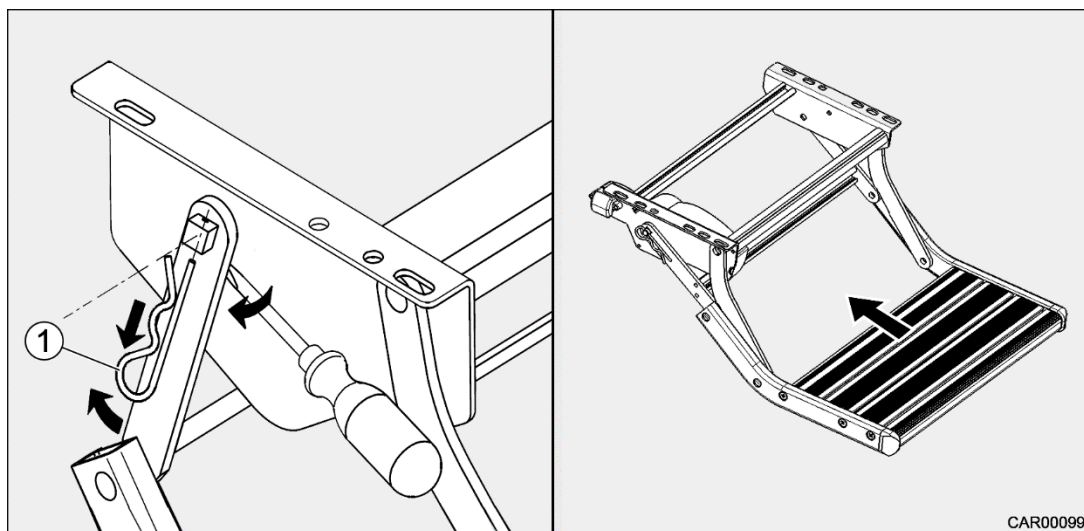

Fig. 184 Déverrouillage de secours du marche-pied
1. Enlever la goupille fendue (Fig. 184/1).